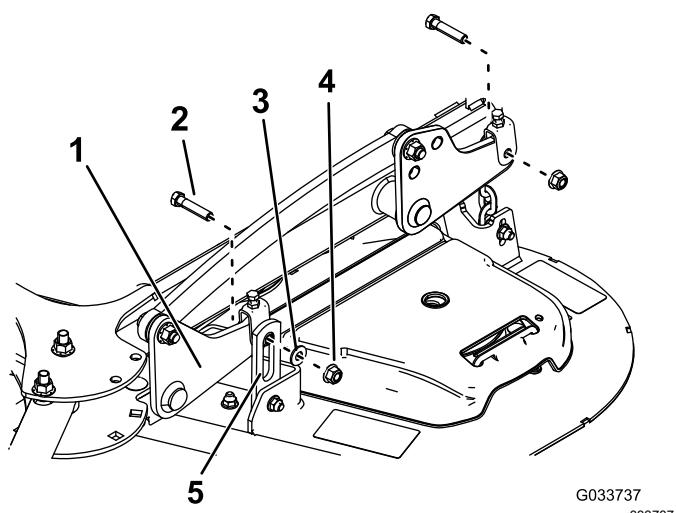

**Figure 86**
4. Retirez les 2 boulons et les 2 écrous qui relient le support de renfort au cadre (Figure 86).
4. Fixez le support de renfort au cadre à l'aide des 2 boulons et des 2 écrous que vous avez conservés (Figure 86).